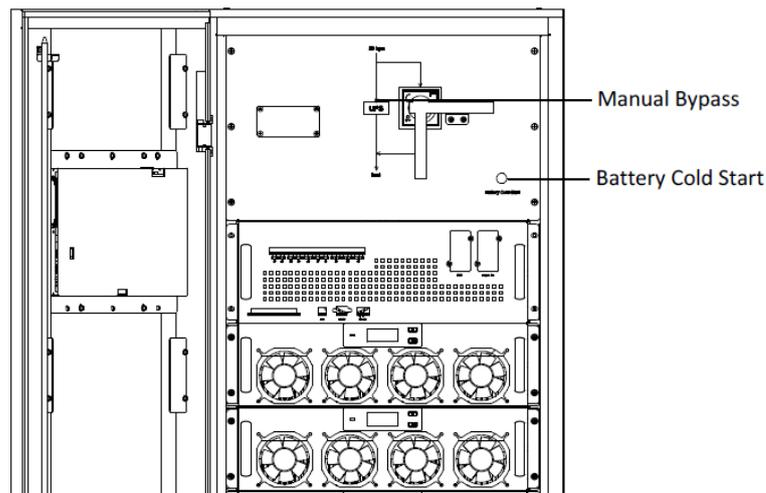

Рисунок 5-1(а) Кнопка холодного запуска для 10-ти модульного ИБП
- 3) Нажмите красную кнопку для холодного запуска батареи (см. Рисунок 5-1).